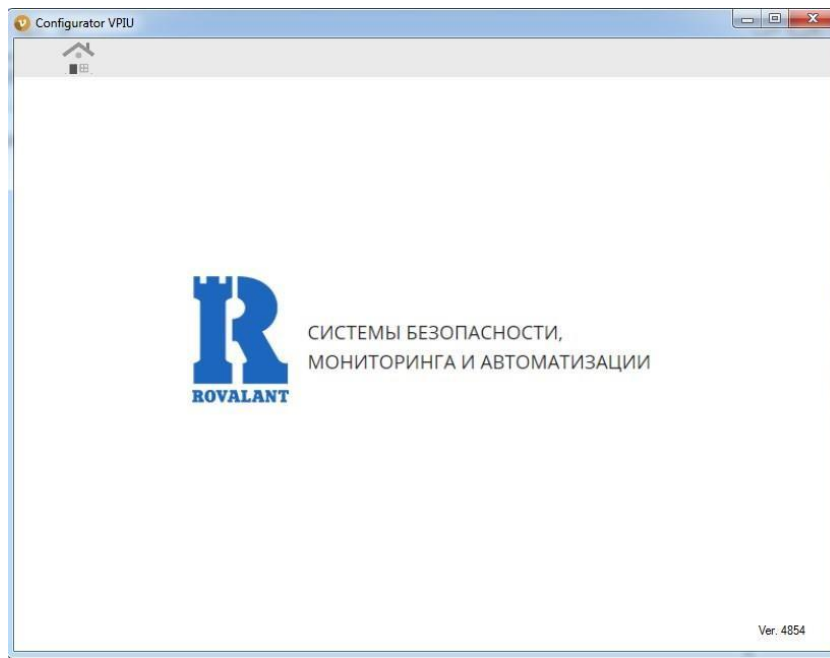

Рис. 25 Скриншот окна запуска программы «ConfiguratorVPIU.exe»
- 4) Запустить программу «ConfiguratorVPIU.exe» (см. рисунок 25);